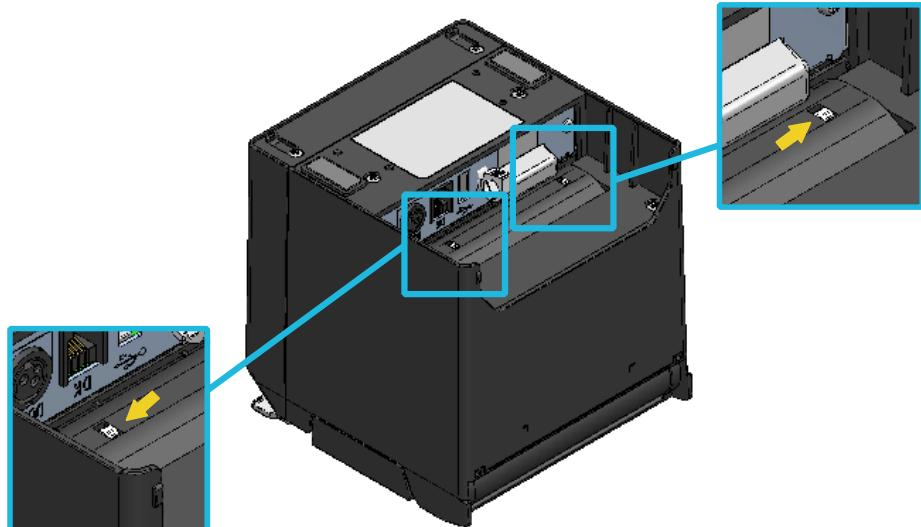

図 14-4 パーテーションプレートの取り付け確認
- ⑥ プリンタを裏返して、パーテーションプレートL、パーテーションプレートRの突起が、ペーパホルダの穴（図 14-4の矢印箇所）に正しく入っていることを確認してください。